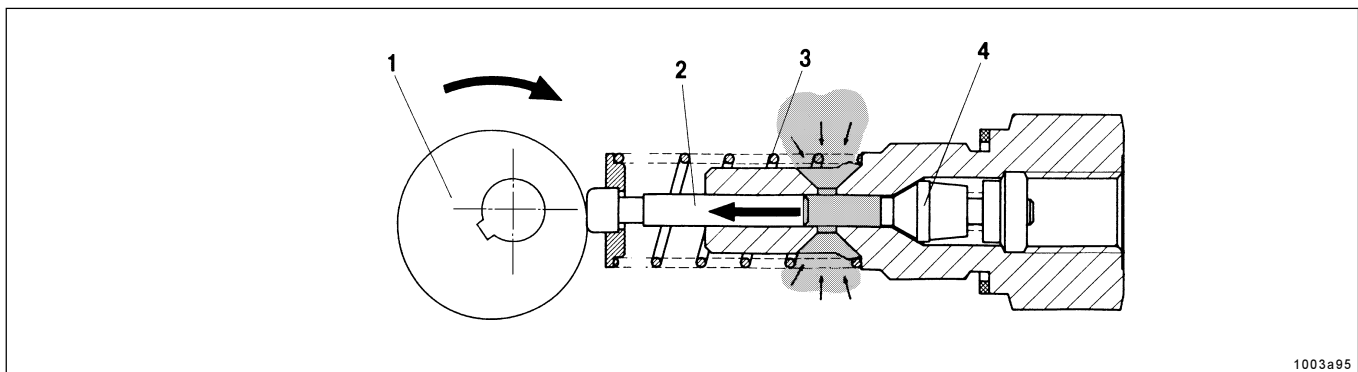
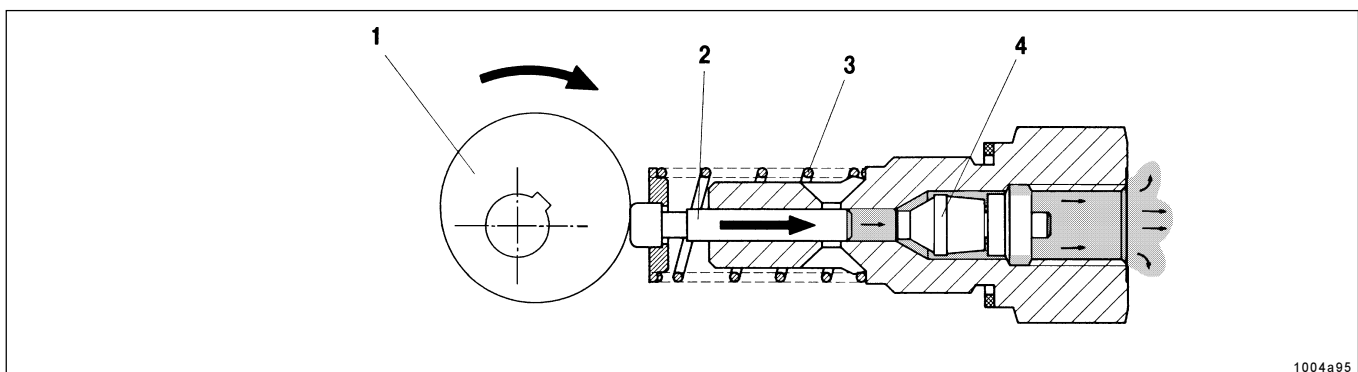
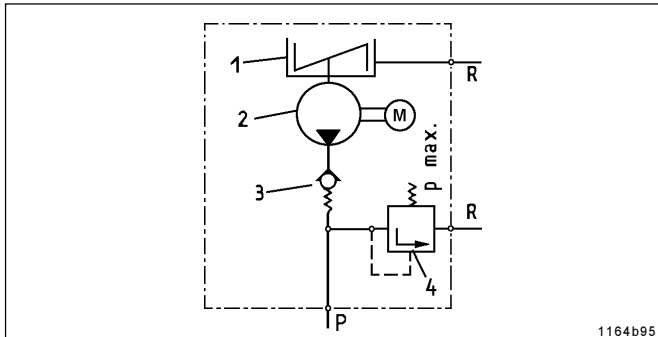

Fig. 4: L'élément de pompe aspire le lubrifiant
Abb. 5: - L'élément de pompe transporte le lubrifiant
Fig. 6: - Schéma hydraulique de la pompe
- Le moteur électrique entraîne un excentrique qui déplace le piston 1 (Fig. 4,5).
- le piston 2 aspire du lubrifiant dans le réservoir; voir fig. 5
- le piston 2 refoule le lubrifiant vers les points de lubrification raccordés par l'intermédiaire des doseurs; voir fig 5
- Le clapet anti-retour 3, fig. 6 et 4, fig. 4,5
- La cote „S“ indiquée sur la figure 4 peut être déterminée suivant la fig 5 en fonction du débit désiré.